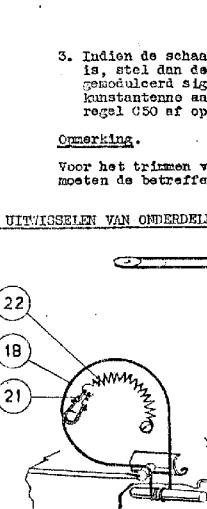

Fig.4
4. De saar eerst over de linker rolletjes leiden, vervolgens over rechter rolletjes met behulp van een speciaal hankje (zie fig.4).